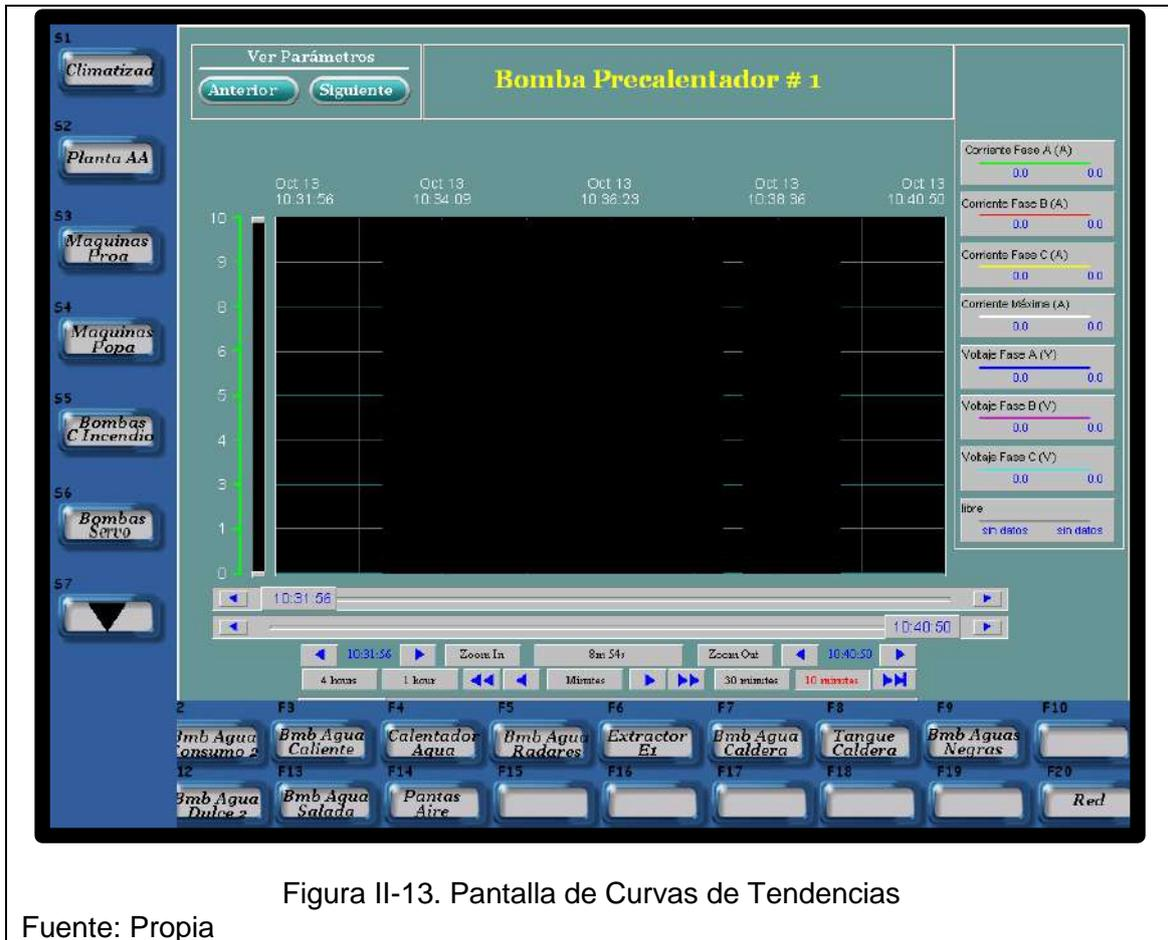

Figura II-13. Pantalla de Curvas de Tendencias
- **Pantalla de Curvas de Tendencias (figura II-13):** permite realizar la observación de las curvas de tendencias en el tiempo de las variables que intervienen en cada uno de los procesos.